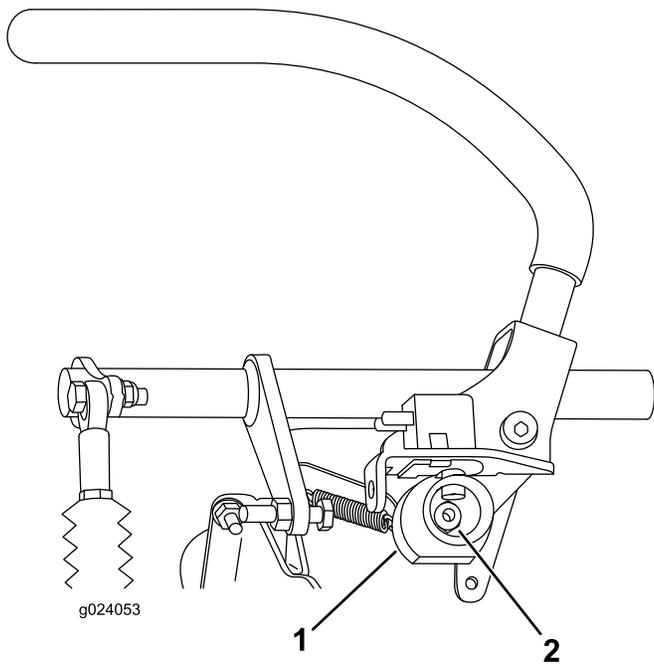

Bild 69
7. Lockern Sie die Mutter, mit der die Nocke befestigt ist (Bild 69).